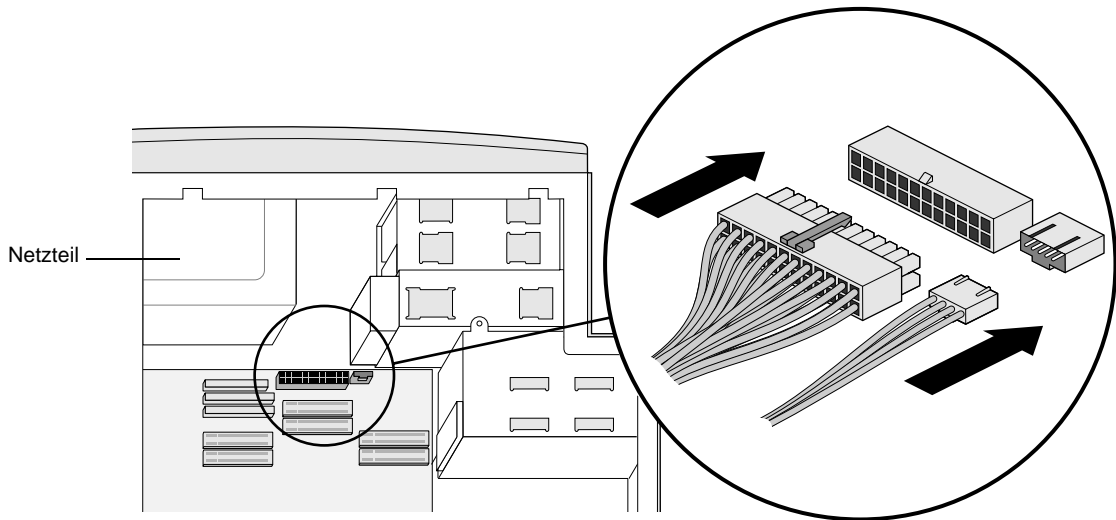

Abbildung 7-7 Anschließen der Stromversorgungskabel an die Systemplatine
6. Verbinden Sie die beiden Kabel wieder mit der Systemplatine wie in Abbildung 7-7. Die Anschlüsse für diese Kabel liegen unter dem Netzteil und über den mittleren DIMM-Modulen.